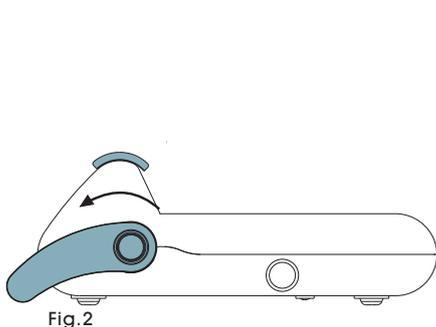

Fig.2
- 3▶ Jale la palanca de sellado hasta su traba, será emitido un bip (fig. 2), dando inicio al sellado (6 segundos). Terminado este tiempo, el LED ✓ se encenderá y 2 bips serán emitidos continuamente. **Obs.:** después de 5 minutos con la palanca abajo, la selladora se apagará.